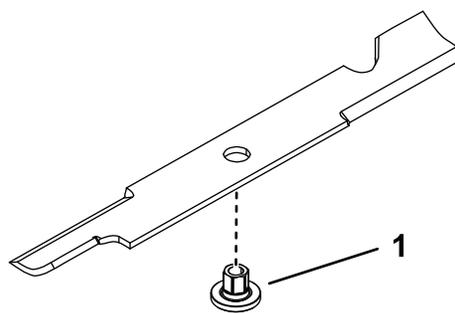

Рисунок 79
1. Вставьте втулку через отверстие в ноже так, чтобы фланец втулки был на нижней (обращенной к травяному покрову) стороне ножа (Рисунок 79).